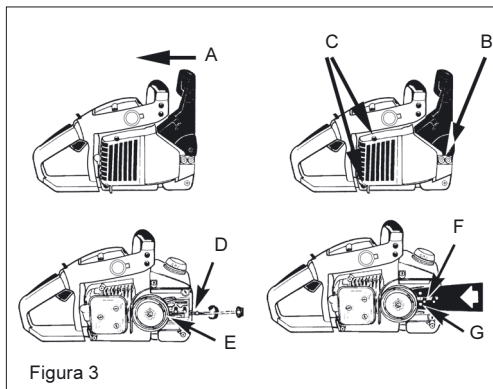

Figura 3
Montaggio della barra di guida (figura 3)
1. Appoggiare la catena formando un cappio, in moto tale che le maglie dentate siano orientate in senso orario (A).
2. Posare la catena intorno al pignone della catena (B) dietro alla frizione (C) e nella scanalatura della barra (D). È normale che la catena penda.
3. Fissare la campana della frizione con le due viti (figura 3, C). Fare attenzione che la catena non scivoli dalla barra di guida.
4. Serrare i dadi della barra (figura 3, B) solo leggermente, in quanto la catena dovrà essere ancora tesa.